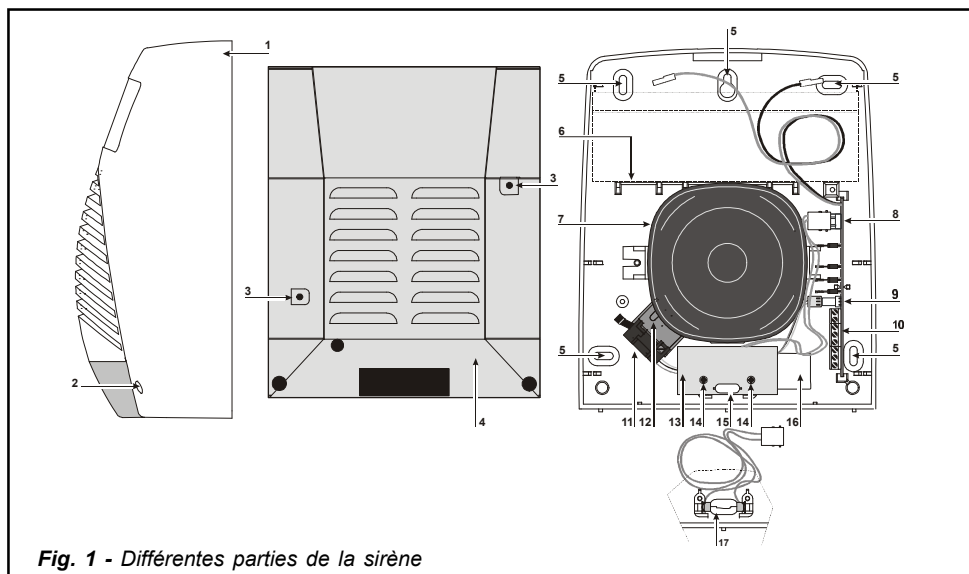

Fig. 1 - Différentes parties de la sirène
2. Tirez les fils par le passage de câble (14).
AVERTISSEMENT - Ne serrez pas trop la vis de l'autoprotection à l'arrachement (12) parce que cela peut endommager le système de fixation (voir figure 1).
4. Faites les raccordements sur le bornier (10) selon le tableau d'instructions.
5. Montez la batterie à l'emplacement prévu à cet effet (6) et faits les raccordements (voir schéma 1).